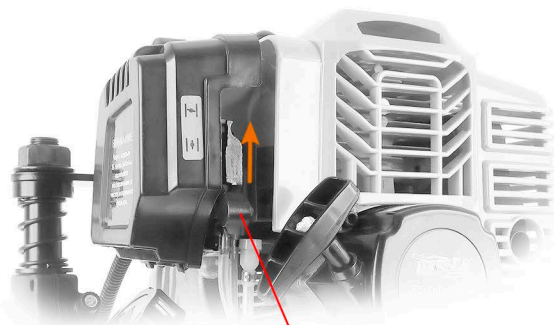

Рис.2
1. 1. В холодное время года или после выключения двигателя копера более 5 минут, переведите рычаг воздушной заслонки карбюратора в положение вверх «Закрыто» (Рис. 2).